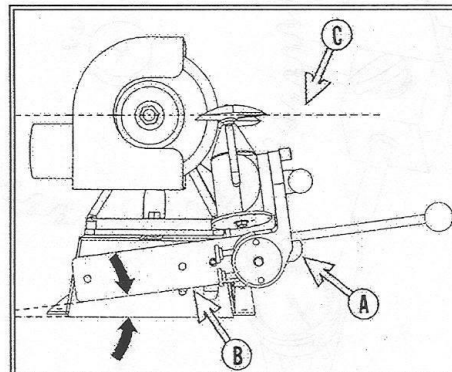

FIGURE 32
- 2) régler le support pivotant (B) afin que le couteau de la mèche de toupie soit dans l'axe de la meule diamantée (Fig.32(C)),
- 3) baisser le levier pour ajuster (Fig.32(B)).